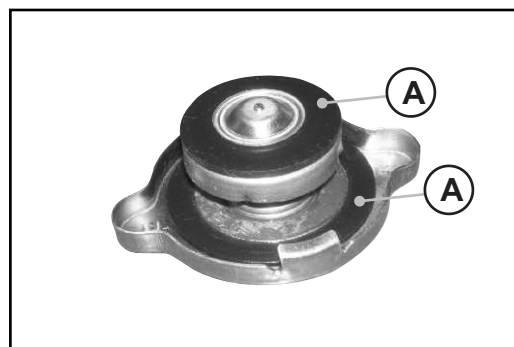

Fig. 5.6e
5.6.5 Radiator Cap (Fig. 5.6e)